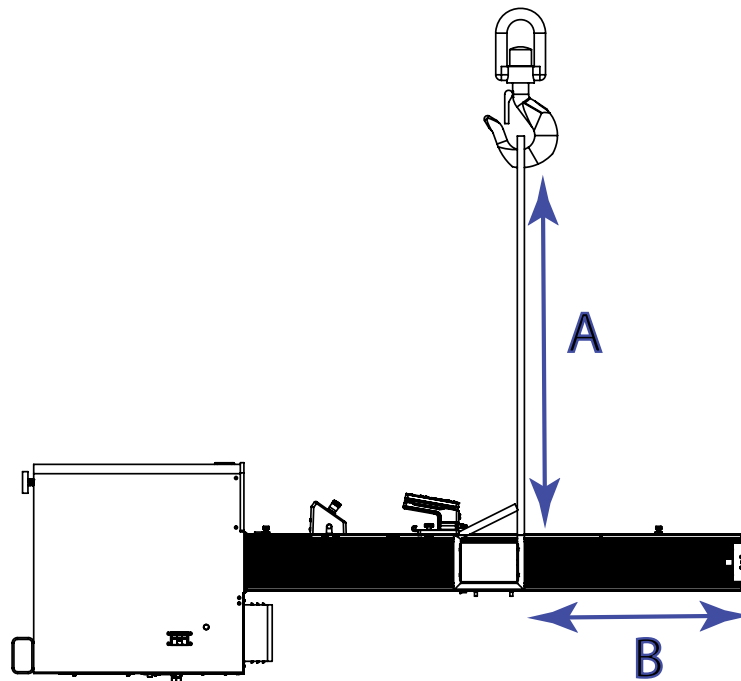

図 23. リフティングスリングの取り付け
2. 78 ページの図 23 に示すように、クロスヘッドにリフティングスリングを2本取り付け、クレーンフックに取り付けます。スリングの代わりにチェーンを使用する場合は、クロスヘッドとトッププレートに保護材を巻き、傷や擦れから保護してください。
スリングの長さ (78 ページの図 23 の A) は、トッププレートからの必要な距離 (78 ページの図 23 の B) より長くなければなりません。これにより、吊り上げ中にフックがフレームを傷つけることがなくなります。